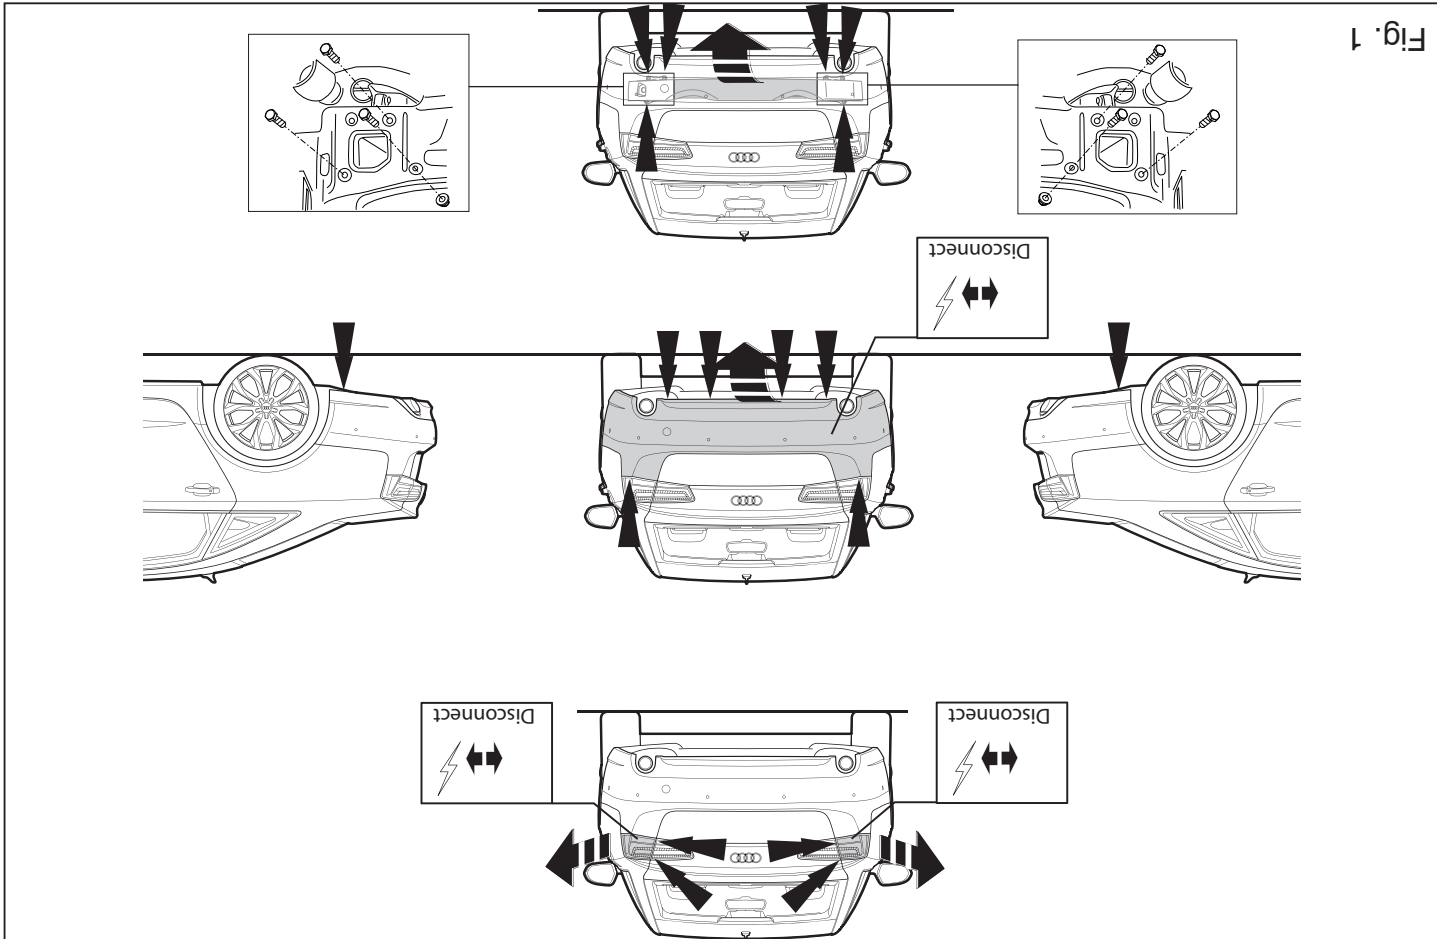

Fig. 1
1. Remove the bumper and the steel buffer beam from the vehicle. The buffer beam will no longer be needed. Replace the bolts. See figure 1.
1. Die Stoßstange einschließlich des stählernen Stoßbalkens vom Fahrzeug abmontieren. Der Stoßbalken wird nicht mehr benötigt. Die Schrauben wieder anbringen. Siehe Abbildung 1.
1. Deposer le pare-chocs du véhicule y compris la traverse en acier ; la traverse ne sera plus utilisée. Remettre les boulons de fixations en place. Voir la figure 1.
1. Demonter baglysenhederne. Demonter kofangeren, inklusive køretøjets stålstødbjælke. Denne bliver overflødig. Se fig. 1.
1. Снять бампер вместе со стальным буферным брусом автомобиля; буферный брус больше не понадобится. Поставить болты на место. См. рисунок 1.